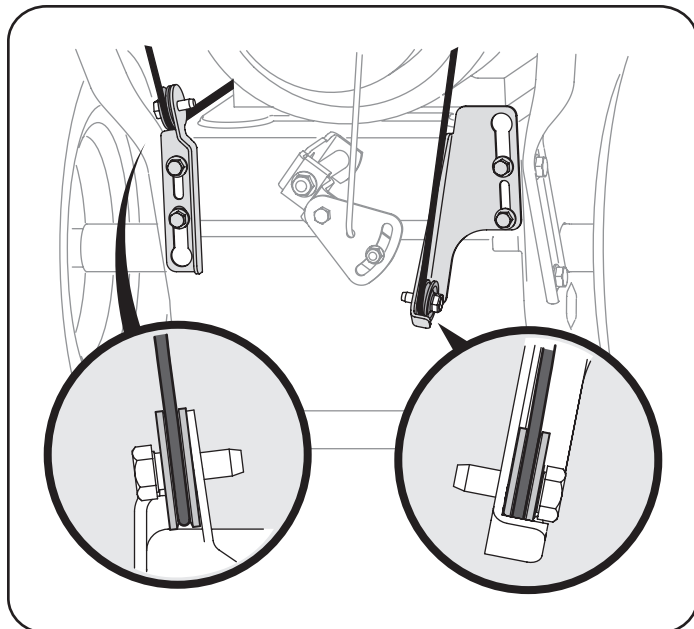
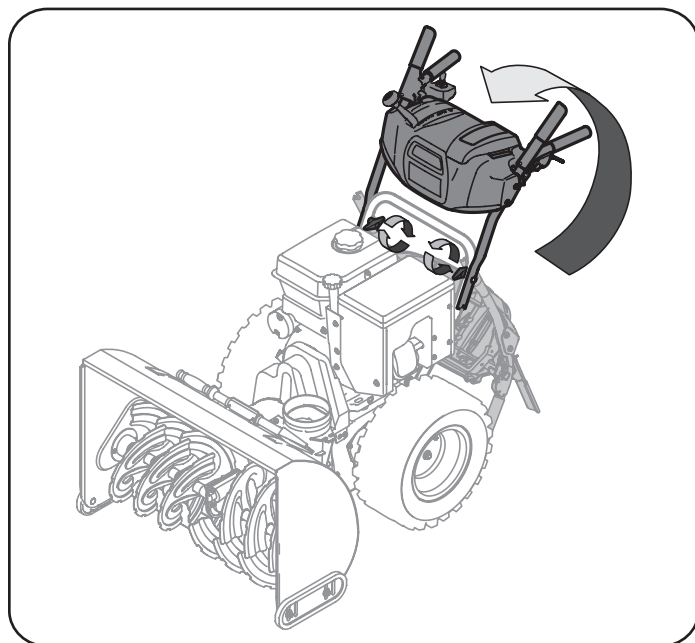

Figura 2
Figura 1
- a. Coloque la palanca de cambios en la posición de avance (F) 6.
- b. Tire hacia arriba y hacia atrás de la manija superior, tal y como se muestra en la figura 1. Cuando usted levanta el mango hacia arriba, asegúrese que ambos finales del cable de centro son colocados correctamente en los soportes. Vea la figura 2. Alinee la manija superior con la manija inferior.